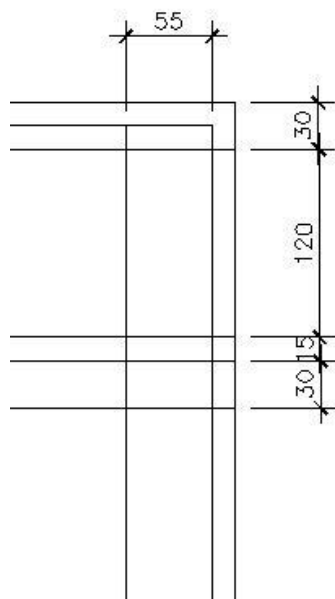

Figura 21 - Construção Laboratório
10. Utilize o comando Trim  até obter a figura 21.